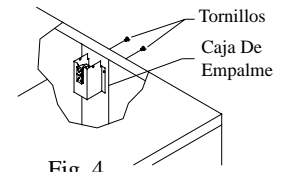

Fig. 4
• **Quite la caja de empalme.** La caja de empalme se encuentra en el poste izquierdo central en la parte superior del interior del enfriador. Quite los dos tornillos de la caja y aparte la caja del panel para tener acceso al cableado (véase fig. 4).